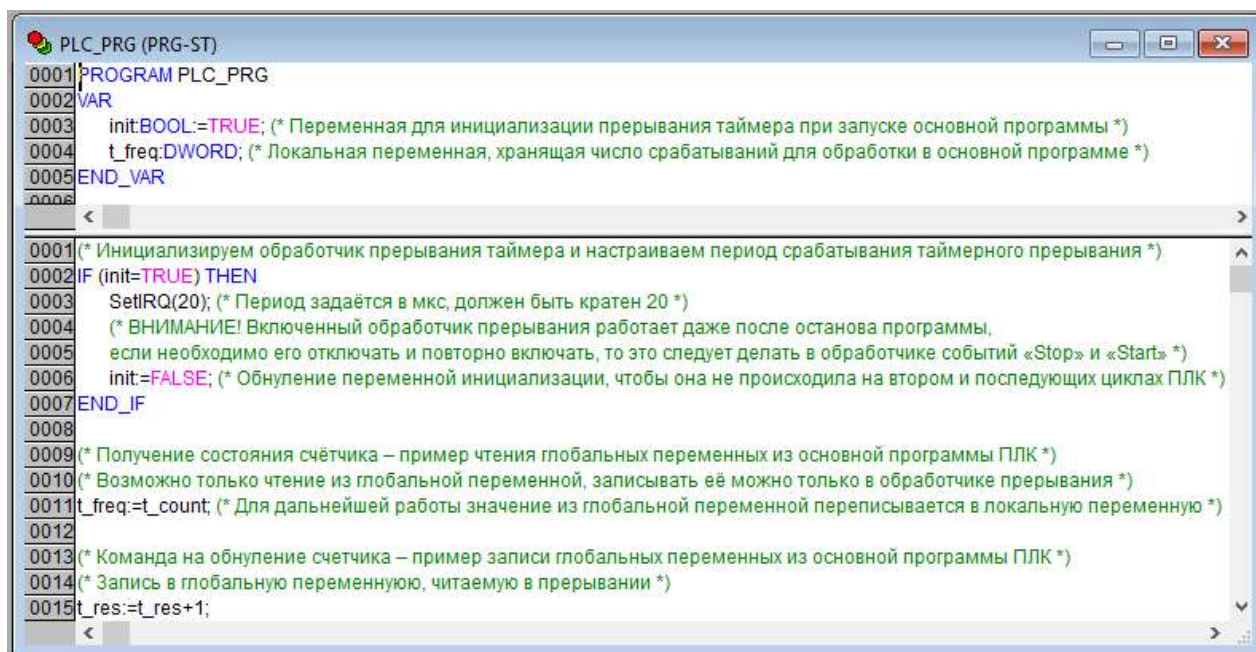

Рисунок 14.7 – Программа ПЛК, которая обращается к функции инициализации прерывания таймера «SetIRQ»
- Написать основную программу ПЛК, выбрав в списке объектов основную программу «PLC_PRG». В окне программы (см. рисунок 14.7) записать вызов функции инициализации прерывания таймера SetIRQ (из библиотеки Timer.lib). Аргументом функции является значение периода вызова прерывания в микросекундах (период должен быть кратен 20). Вызов функции требуется делать однократно при старте программы (пример кода представлен в проекте hi_timer.pro).